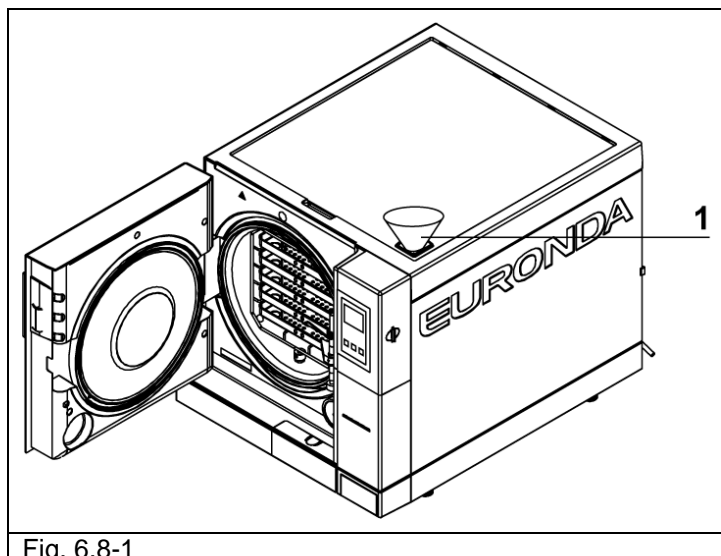

Fig. 6.8-1
2. Deschideți dopul din capacul superior, potriviți pâlnia furnizată în orificiu (1 din Fig. 6.8-1) și turnați o cantitate de apă distilată, așa cum este indicat în cap. 5.3 "Date tehnice"; nu depășiți niciodată nivelul indicat de cuvântul MAX în orificiul de umplere a apei. De asemenea, apa poate fi turnată prin deionizator (opțional, anexa 10.) Pentru a instala acest opțional, consultați manualul de instrucțiuni "Aquafilter" furnizat împreună cu deionizatorul.
2. Umpleți rezervorul cu apă curată prin gura rezervorului (a se vedea imaginea (1 - Fig. 6.8-1)) .